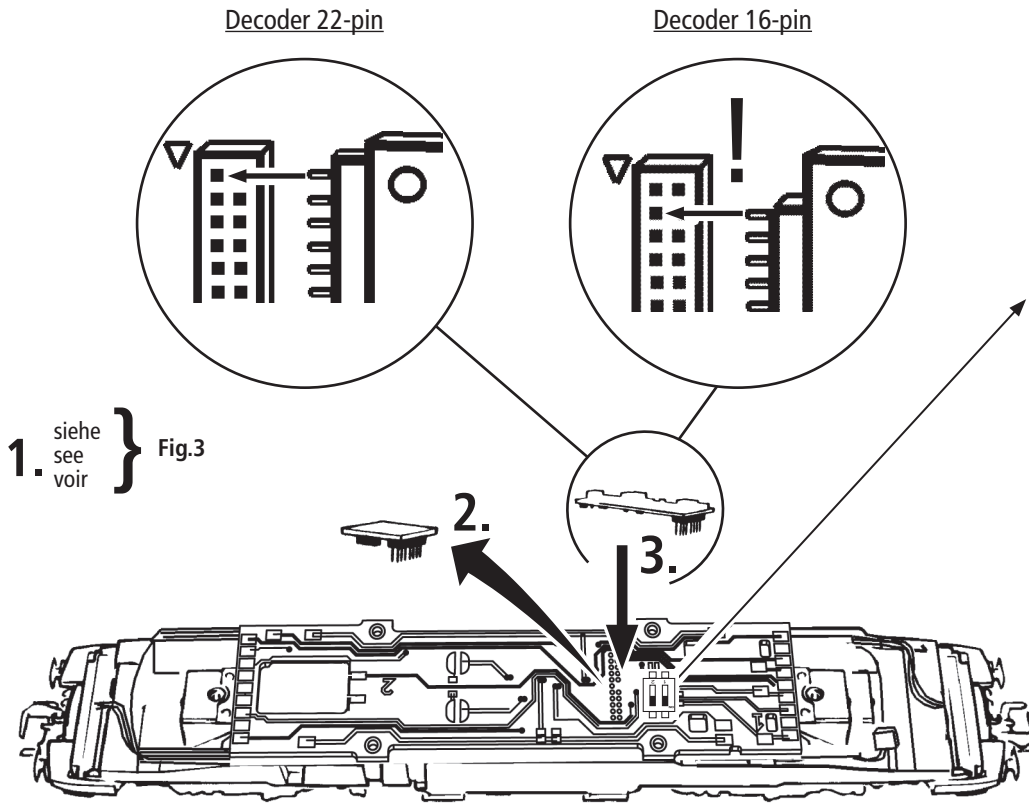

Fig. 8
2. Schmierung: Versehen Sie die im Schmierplan in Fig. 8 gekennzeichneten Stellen mit nur **kleinen Öltropfen**. Dazu zuerst das Lokgehäuse abnehmen (Fig. 3). Wir empfehlen den **ROCO Öler Art.-Nr. 10906**. Fürs Schmieren der Getriebeteile (Zahnräder, Schnecke) empfehlen wir das **ROCO-Spezialfett Art.-Nr. 10905**. Im Falle der Schmierung diese Teile **nicht ölen**.
2. Lubrication: Apply **tiny oil drops** to spots marked in fig. 8. Prior to lubrication dismantle locomotive (fig. 3). We recommend using item no. **10906, Roco oiler**. For lubrication the gearparts (e.g. cogwheels, worm) we would recommend our Roco **special grease** (item no. **10905**). **Attention:** Please do not oil these parts when using our grease.
2. Graissage: N'appliquez **qu'une tout petite goutte** aux endroits indiqués par le plan de graissage (fig. 8) après avoir démonté la caisse de la locomotive (fig. 3). Nous vous recommandons le **graisseur à huile Roco réf. 10906**. Pour graisser les engrenages (roues dentées, vis sans fin) nous vous conseillons la **graisse spéciale Roco réf. 10905** pour engrenages en matières synthétiques. Lorsque vous utilisez cette graisse il faut éviter d'huiler ces composants.